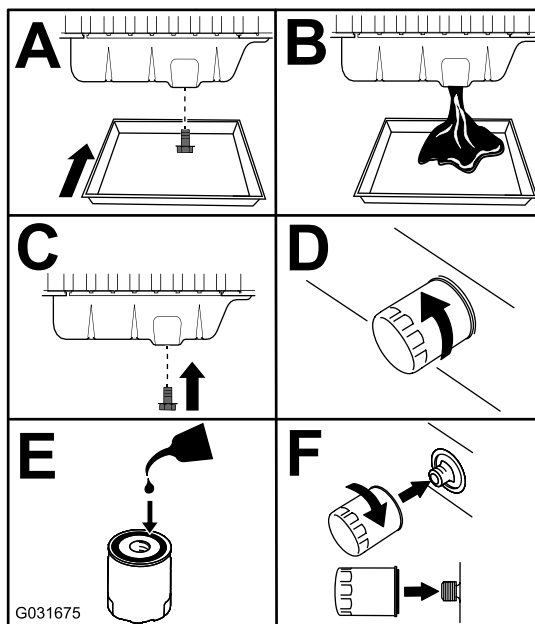

Рисунок 74
3. Замените моторное масло и масляный фильтр (Рисунок 74).